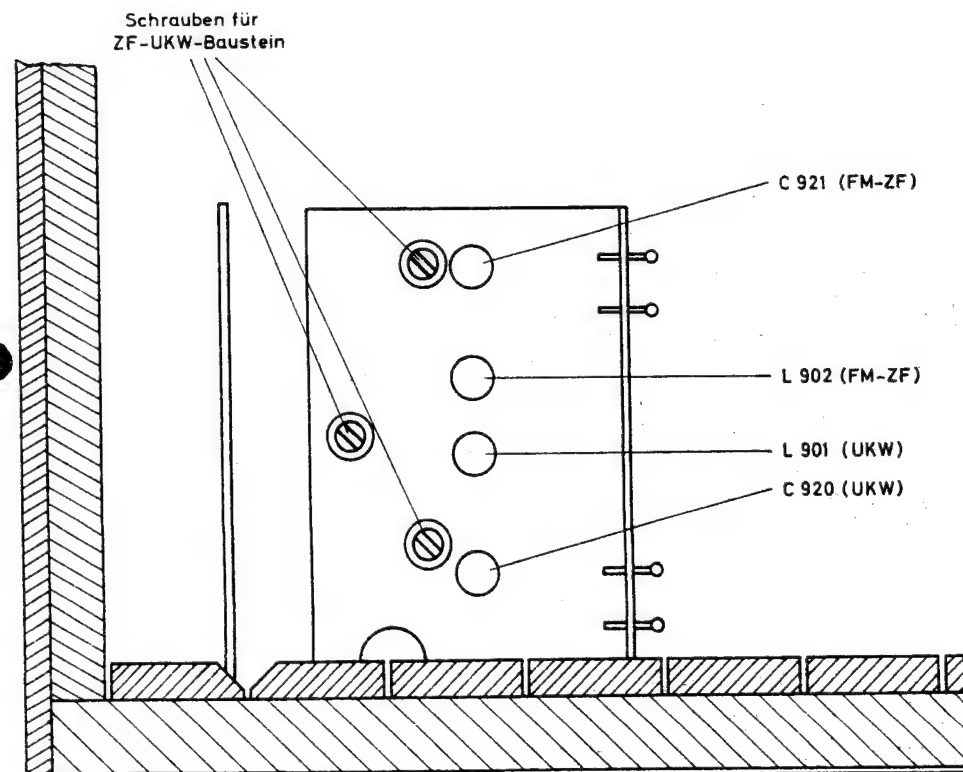

Abb. 8 Lage der Abgleichselemente für ZF- und UKW-Sender (Ansicht von oben)
UKW-ZF-Bausteines wird zweckmäßigerweise so vorgegangen, daß (gem. Abb. 8) zunächst die drei Befestigungsschrauben gelöst und der Skalenknopf (11) einschließlich Zeiger abgenommen wird. Nach Ablöten einiger Drahtanschlüsse kann die UKW-Baugruppe jetzt aus dem Chassis herausgenommen werden.